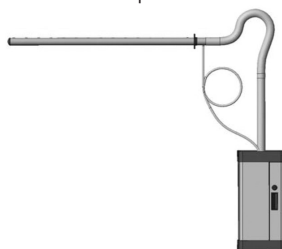
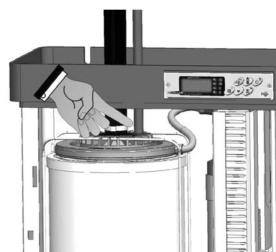

рис. 44
рис. 45
2. Если парораспределитель устанавливается выше пароувлажнителя и паровая трасса имеет сифонообразные изгибы (например, рис. 44), необходимо установить устройство возврата конденсата. Это специальный шланг, присоединяемый к соответствующей патрубку на цилиндре, который возвращает конденсат прямо в цилиндр пароувлажнителя (рис. 45) или сливает его в дренаж. Возврат конденсата производится по специальному шлангу UMITUBODN10, присоединяемому к патрубку диаметром 10 мм. На шланге возврата конденсата необходимо выполнить сифон – полный оборот минимальным диаметром 200 мм. Сифон должен быть наполнен водой при установке. Это предотвратит выход пара из шланга возврата конденсата (рис. 44).